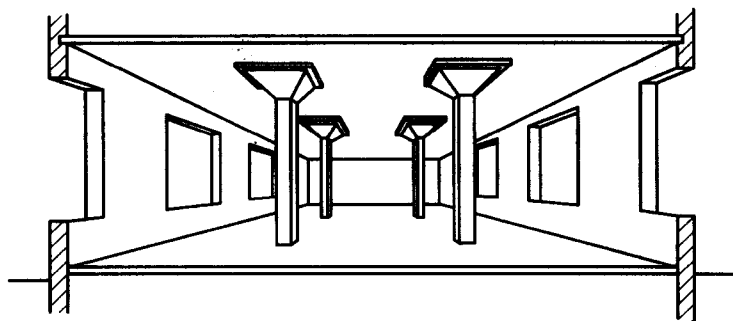

图 1-4 无梁楼板结构
④ 无梁楼板结构 无梁楼板是直接支承在墙上或柱上的，不设梁的楼板。分为有柱帽和无柱帽两种。但荷载较大时，为提高楼板的承载能力及其刚度，增加柱对板的支托面积并减少板跨，一般在柱顶加设柱帽或托板。如图 1-4 所示。